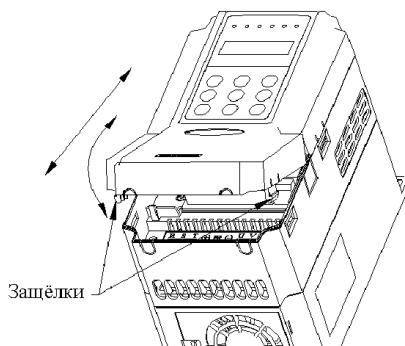

Рис. 3-4 Демонтаж и установка пластмассовой крышки.
2) Вставьте штыри крышки в пазы инвертора, нажмите вниз на крышку. Защелки на крышке должны зафиксироваться с обеих сторон в пазах на корпусе частотного преобразователя. (Рис.3-4)